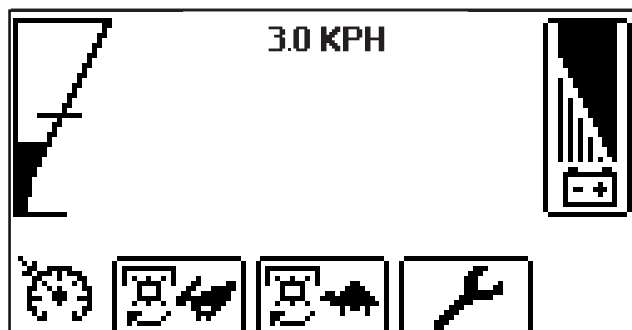

Figure 5-9
- b. Maintenez la vitesse désirée et pressez le bouton du régulateur de vitesse qui se trouve sur le tableau de bord. Relâchez ensuite la pédale de marche avant pour activer le régulateur de vitesse. Lorsque le régulateur de vitesse est activé, l'icône du régulateur de vitesse est affichée dans le coin inférieur gauche de l'écran. Voir Figure 5-9.